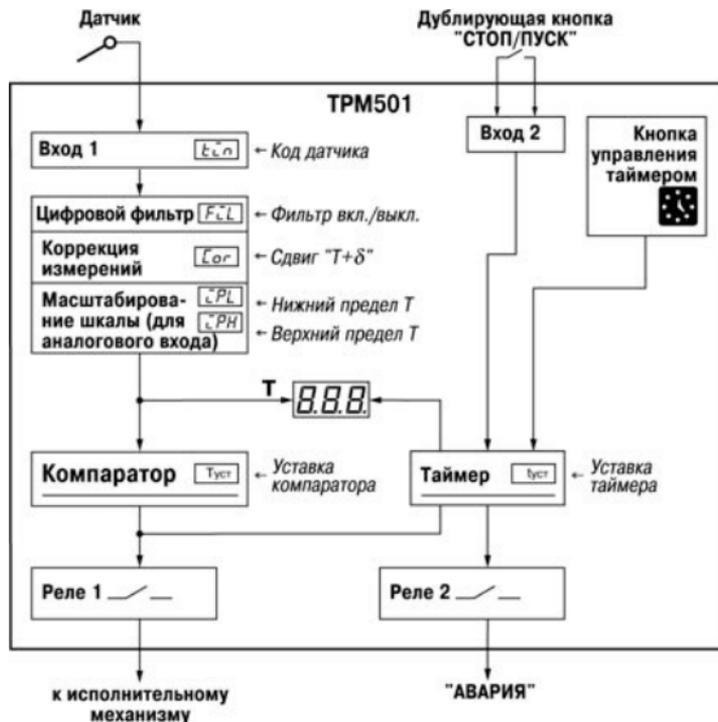

Рисунок 3.2 – Функциональная схема прибора
3.6 На схеме (рисунок 3.2) показаны основные функциональные блоки прибора и взаимосвязи между ними. Для каждого блока приведен набор параметров, значения которых необходимо задать перед началом работы.